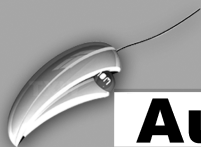

图 9-4 “标注” 面板
- 功能区：单击“默认”选项卡“注释”面板中的“标注样式”按钮 (图 9-3)，或选择“注释”选项卡“标注”面板“标注样式”下拉菜单中的“管理标注样式”命令 (图 9-4)，或单击“注释”选项卡“标注”面板中“对话框启动器”按钮.